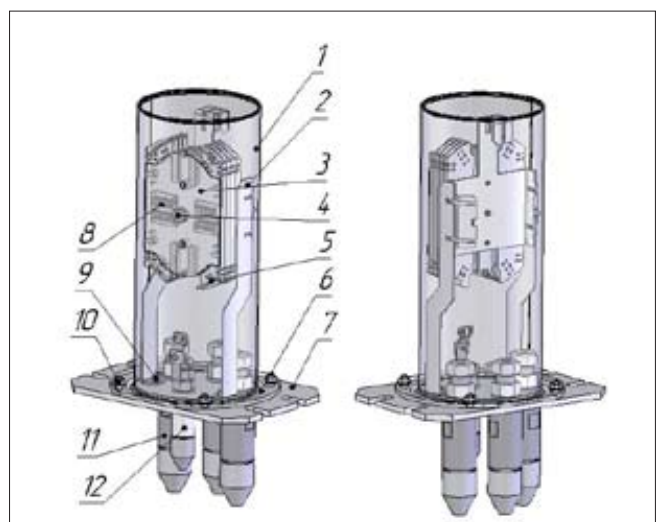

Рисунок 1 - Муфта МОПГ-М
2.7 Кассеты закрываются прозрачной крышкой (поз.3, рисунок 1) Муфта в базовой комплектации выпускается без КДЗС, с 4-мя кассетами.
2.8 Внутри муфты к стойкам кронштейна (поз.2, рисунок 1) с помощью ленты ПВХ крепятся два бумажных пакета с силикагелем (операция производится в конце монтажа муфты или при ее ремонте)